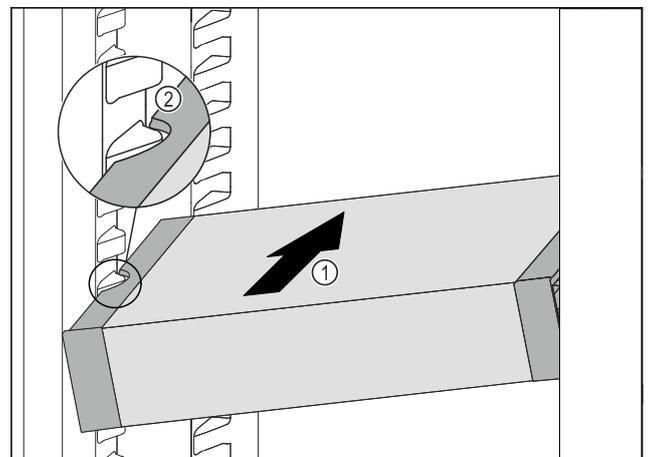

Fig. 98
- ▶ Introduzca el VarioSafe en posición oblicua en el compartimiento del frigorífico *Fig. 98 (1)* hasta que los huecos laterales *Fig. 98 (2)* del VarioSafe se encuentren a la altura de la nervadura del recipiente en el compartimento frigorífico.